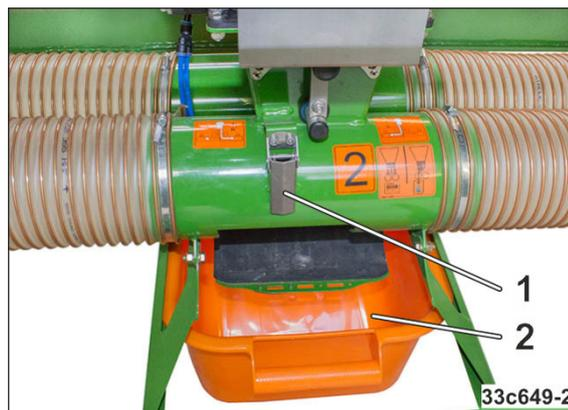

Fig. 268
3. Détacher les deux crochets (Fig. 268/1) et ouvrir les trappes sur les deux tubes de transport.
- La semence tombe dans l'auge d'étalonnage (Fig. 268/2).